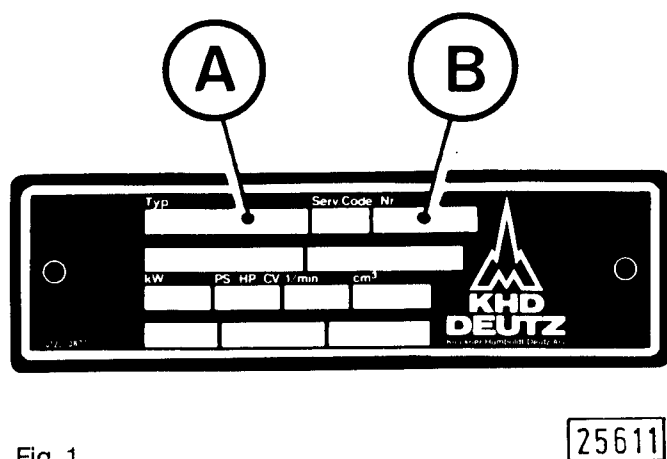
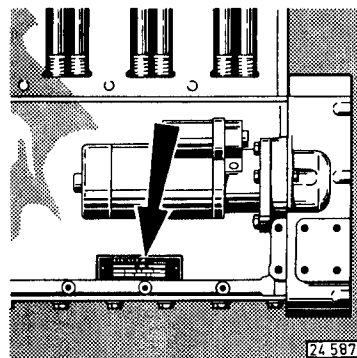
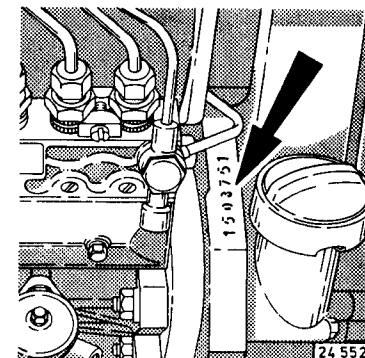

Fig. 1
Fig. 2
Fig. 3
El tipo de construcción (A) y el número de motor (B) podrán desprenderse de la placa de fábrica (Fig. 1). Esta placa queda fijada al bloque motor (Fig. 2). El número de motor está troquelado además en el bloque motor (Fig. 3).